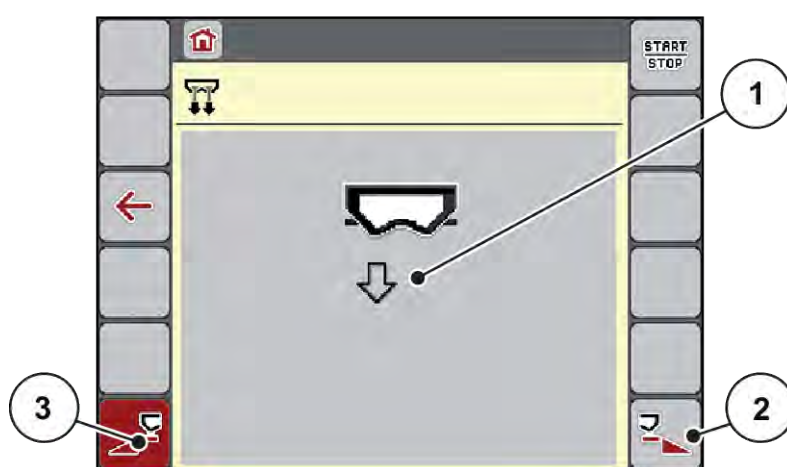

Fig. 21: Meniu Golire rapidă
- ▶ Selectați cu **tasta funcțională** lățimea parțială la care trebuie să se efectueze golirea rapidă. Pe ecran se afișează, sub formă de simbol, lățimea parțială selectată (Fig. 21 Poziție [3]).